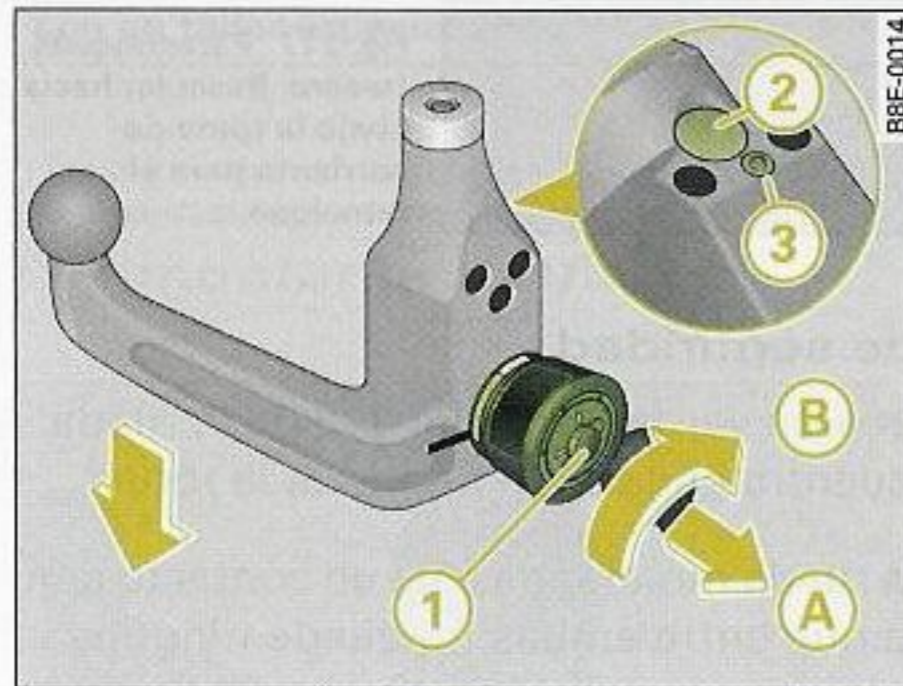

Fig. 214 Dispositivo desmontable para remolque: Pretensar la rótula
- Introduzca la llave ① ⇒ fig. 214 en la cerradura de la rueda moletada y gírela en dirección a la marca roja.
- Tire de la rueda moletada en la dirección que indica la flecha A y gírela a continuación sin dejar de tirar de ella en la dirección de la flecha B hasta que el perno de bloqueo ② encastre y pueda verse que la palanca de desenclavamiento ③ sale ⇒ ⚠.